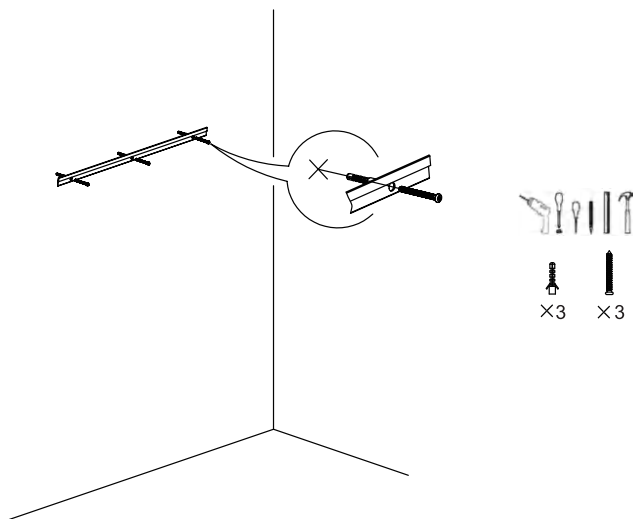

Fig. 2
1.4 Använd en hammare för att knacka in expansionspluggarna i hålen i väggen, dra sedan åt skruvarna med en skruvmejsel för att fästa stangen och kalibrera nivån med ett vattenpass (fig. 2).